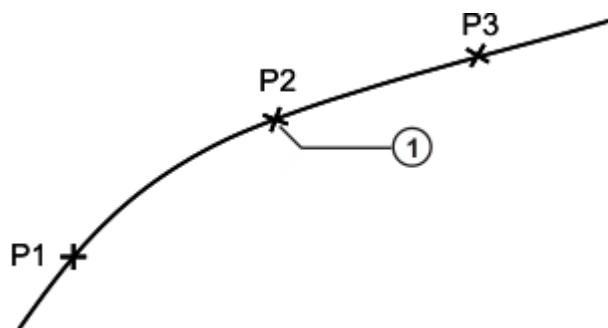

Abb. 9-13: Beispielbewegung für Logik
Signalabhängige Wartefunktionen **Ohne Vorlauf** bedeutet, dass in jedem Falle die Bewegung im Punkt angehalten wird, und dort das Signal überprüft wird: (1) (>>> Abb. 9-13) Der Punkt kann also nicht überschritten werden.